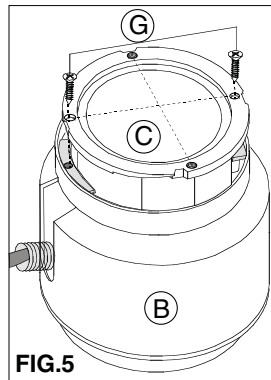

FIG.5
- Fissare l'apparecchio al pozzetto mediante le viti **G** in dotazione.**FIG.5**
- Fix the fitting to the housing through **G** screws provided.**FIG.5**